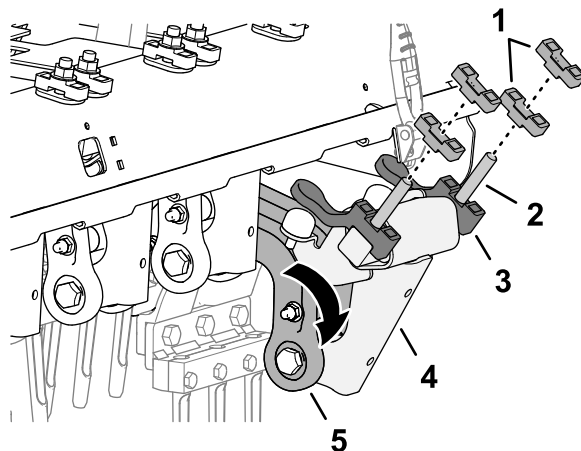

図 133
3. ダンプナのリンクとダンパナのシャフトを下向きに回転させる 図 133。